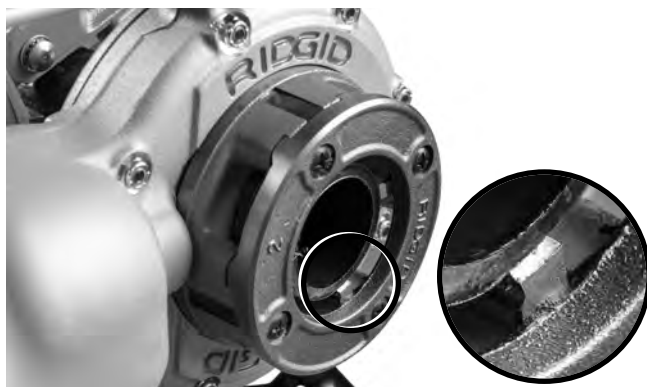

Figure 10 – Tuyau à fleur des filetages
6. Continuez d'appuyer sur l'interrupteur jusqu'à ce que l'extrémité du tuyau arrive à fleur des filières (*Figure 10*). Faites attention de ne pas laisser le système d'entraînement arriver en contact avec le dispositif de support. Lâchez l'interrupteur et attendez que le système d'entraînement s'arrête complètement.